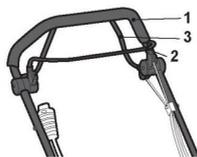

Fig. 15
1. Tirer la barre de freinage (2) contre la poignée (1) et la maintenir dans cette position pendant le démarrage du moteur. Continuer à la serrer pendant l'utilisation (Fig. 15).
1. Tirer la barre de freinage (2) contre la poignée (1) et la maintenir dans cette position (Fig. 15).